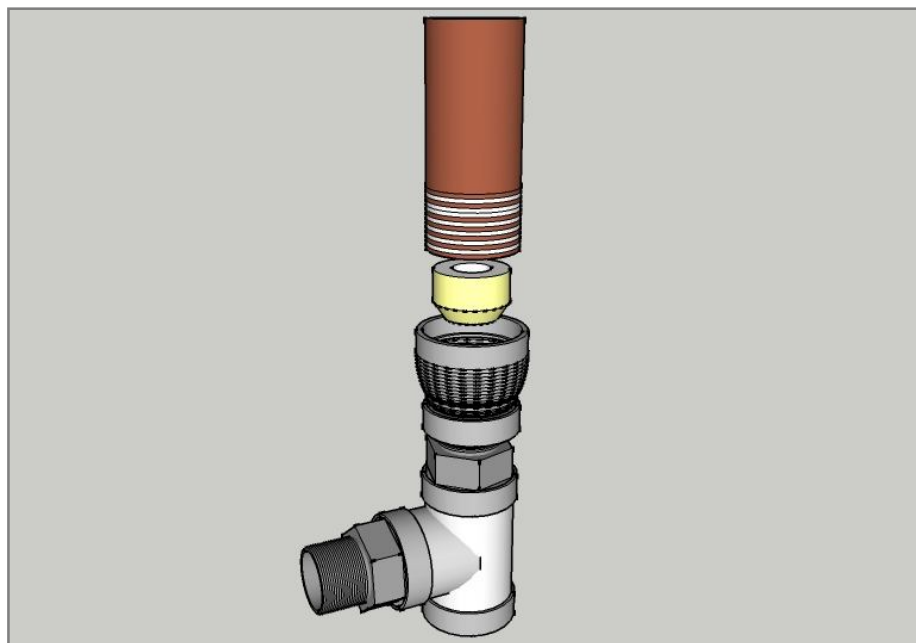

Figura 1
1.- El sello largo de 16 mm se colocará en la parte inferior de la cañería de acero inoxidable de  $\frac{3}{4}$ , y la parte ancha de la reducción de  $\frac{1}{2}$  a  $\frac{3}{4}$  con la parte cónica hacia abajo como indica la figura 1.